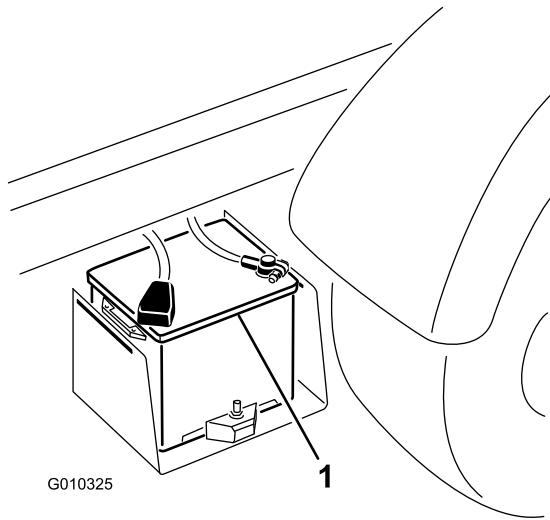

Bild 48
2. Schließen Sie ein Starthilfekabel an die positiven Pole von zwei Batterien an (Bild 48). Der positive Pol kann durch ein + -Zeichen oben auf der Batterieabdeckung gekennzeichnet sein.